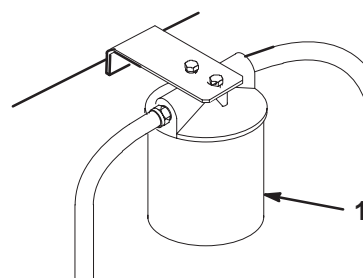

Figure 52
- Placez un bac de vidange sous le filtre, déposez le filtre usagé et essuyez la surface du joint de l'adaptateur (Fig. 52).